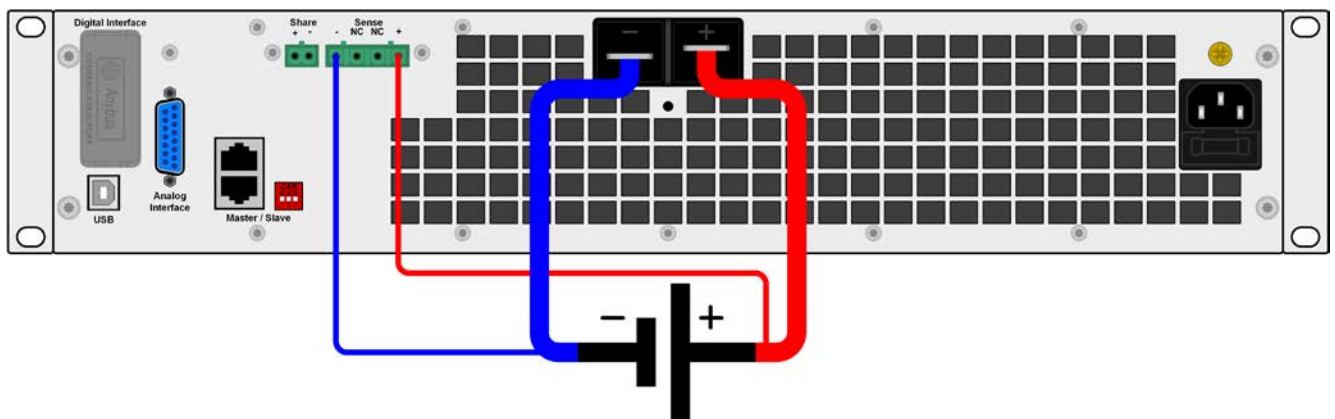

Figure 7 - Exemple de câblage de la mesure à distance
- *La mesure à distance est fonctionnelle uniquement en tension constante (CV) et pour les autres modes de régulation, l'entrée sense doit être déconnectée, si possible, car la connecter augmente généralement la tendance aux oscillations.*
- *Le câble + sense doit être relié au + de la source et - sense au - de la source, sinon l'entrée Sense peut être endommagée. Par exemple voir Figure 7 ci-dessous.*